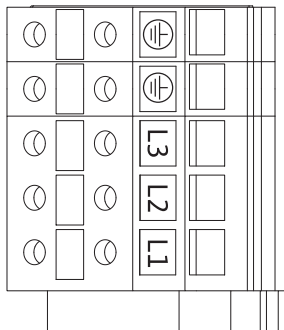

Fig. 26: Bornes de puissance (bornes de raccordement réseau)
- Bornes de puissance (bornes de raccordement réseau) (Fig. 26)